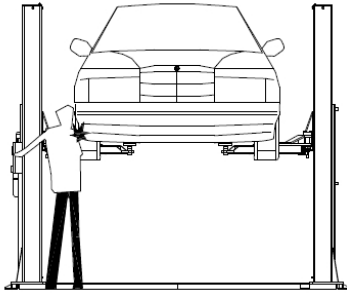

Fig.20 Abb.20
- Se il cavo non è bilanciato, entra in funzione il dispositivo con cavo anti-cedimento (far riferimento alla fig. 20). Accertarsi che tale sistema funzioni correttamente (far riferimento alla fig. 19).
- If the cable is not balance, the rope anti-loosen device function (refer Fig. 20). Make sure that this system works well (refer Fig. 19).
- Si le câble n'est pas équilibré, le dispositif à câble anti-chute intervient (faire référence à la fig. 20). S'assurer que ce système fonctionne correctement (faire référence à la fig. 19).
- Wenn das Kabel nicht ausgeglichen ist, wird die Vorrichtung mit Sicherungskabel in Betrieb gesetzt (Bezug auf Abb. 20 nehmen). Sicherstellen, dass dieses System einwandfrei funktioniert (Bezug auf Abb. 19 nehmen).
Possibile se l'operatore che controlla il sollevatore non si trova nella posizione specificata presso il pannello di comando. Quando la piattaforma e il veicolo stanno scendendo, l'operatore non deve mai trovarsi parzialmente o completamente al di sotto della struttura in movimento. Durante questa fase, l'operatore deve rimanere nella zona di comando (fig.20).
Présent si l'opérateur qui contrôle l'élévateur ne se trouve pas dans la position indiquée près du panneau de commande. Quand la plate-forme et le véhicule sont en phase de descente, l'opérateur ne doit jamais se trouver, pas même partiellement, sous la structure en mouvement. Durant cette phase, l'opérateur doit rester sur la zone de commande (fig. 20).
Zu einer solchen Gefahr kann es kommen, wenn die Hebebühne sich nicht in der auf der Steuertafel spezifizierten Position befindet. Bei Absinken der Plattform und des Fahrzeugs darf der Bediener sich niemals teilweise oder vollständig unter der sich bewegenden Struktur befinden. Während dieser Phase muss der Bediener sich am Steuerposten aufhalten (Abb. 20).